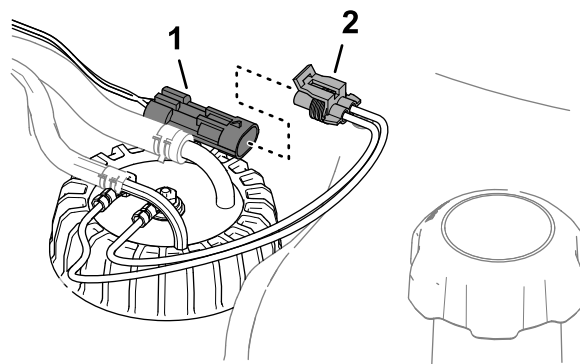

Figura 98
6. Enchufe el conector del arnés del sensor de combustible en el conector del arnés de cables de la máquina (Figura 98).